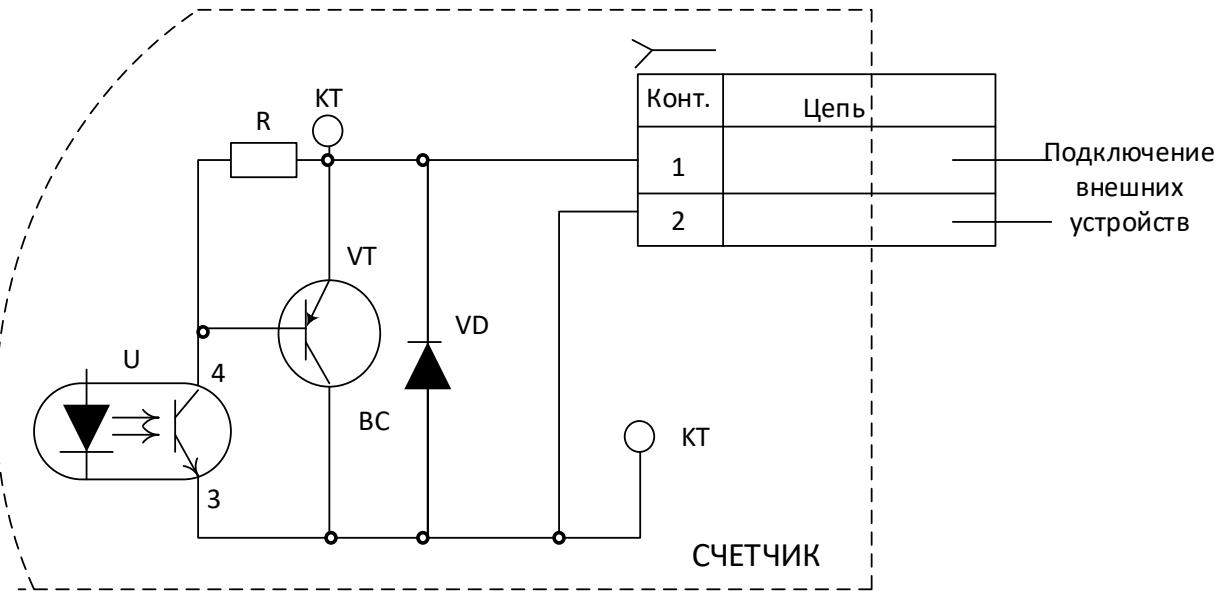

Рисунок 14 - Схема электрических импульсных выходов
- тип: pnp-транзисторы с открытыми коллекторами (рисунок 14).